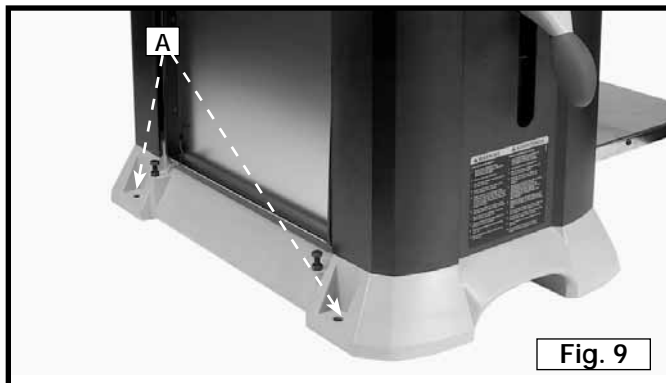

Fig. 9
⚠PRECAUCIÓN: Si durante el funcionamiento hay cualquier tendencia a que la cepilladora vuelque, se deslice o se desplace sobre la superficie de soporte, la cepilladora debe sujetarse firmemente a la superficie de soporte utilizando los cuatro agujeros de la base de la máquina, dos de los cuales se muestran en (A), Fig. 9. Utilice la cepilladora solamente sobre una superficie nivelada y plana.
Si se monta en la base de soporte accesorio modelo 50-326 ó 50-322, coloque la cepilladora sobre la base de soporte y alinee los cuatro agujeros de la base de la máquina, dos de los cuales se muestran en (A), Fig. 9, con los cuatro agujeros de la parte superior de la base de soporte. Coloque el perno de brida de cabeza de carruaje a través de los agujeros de la cepilladora y de la base de soporte, enrosque la tuerca con brida en el perno de brida de cabeza de carruaje y apriétela firmemente.